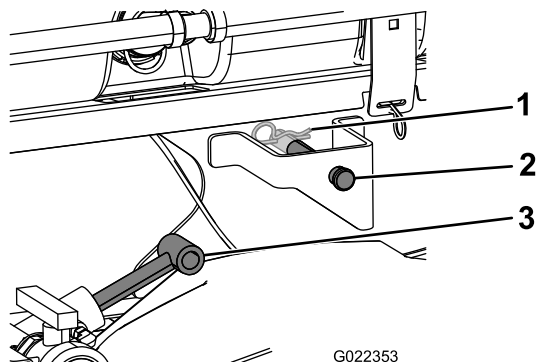

Bild 9
3. Fahren Sie die Hubzylinder bis zu den Halterungen am Behältergestell aus und fluchten Sie die Zylinderbefestigungen mit den Löchern in den Halterungen des Behältergestells aus (Bild 9).